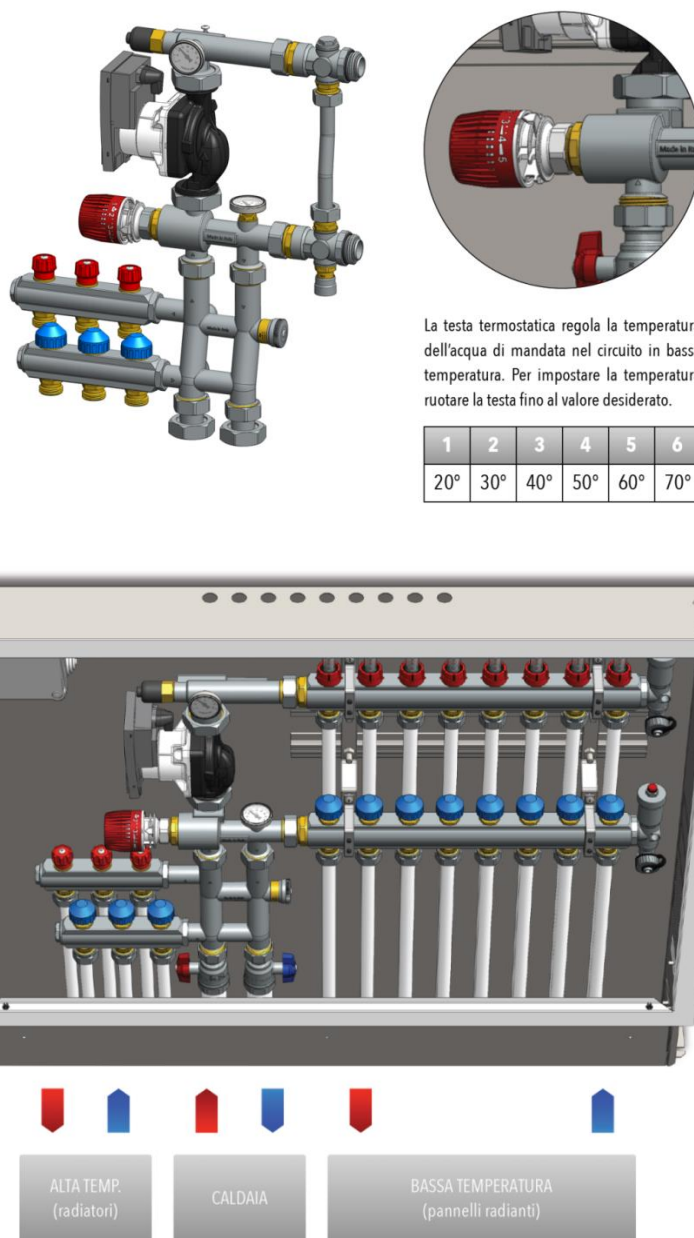

FIG. 6
N.B.: Il gruppo di miscelazione e rilancio NON viene fornito con il collettore e NON è comprensivo di cassetta metallica; il collettore e la cassetta metallica sono esclusi dalla fornitura. L'insieme di FIG.6 ha solo uno scopo didattico e rappresentativo di un gruppo di miscelazione e rilancio PMF1PA assemblato con collettore e cassetta.